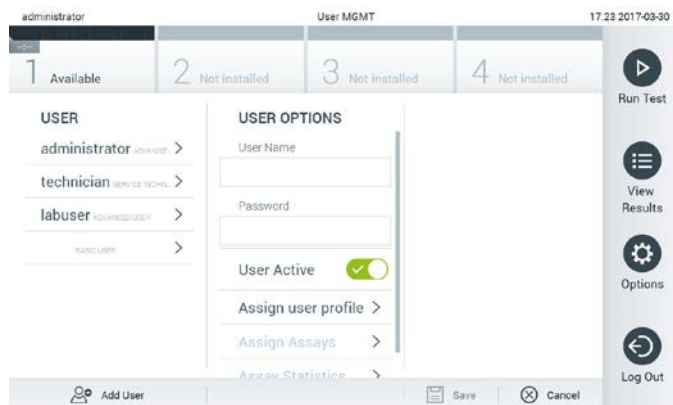

Figura 56. Adicionando um novo usuário.
1. Pressione o botão Options (Opções) e o botão User Management (Gerenciamento de usuários). A tela User Management (Gerenciamento de usuários) é exibida na área de conteúdo da tela (Figura 56).